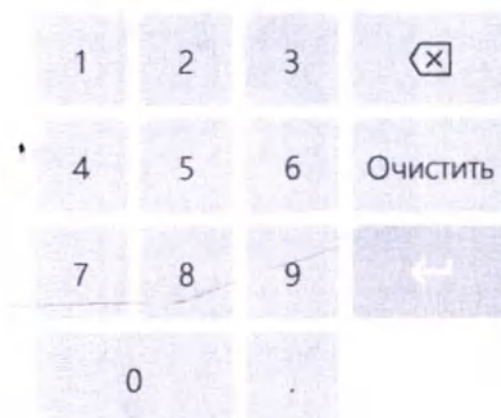

Рис.9.3 – Ввод лицензионного ключа
9.1.3. Для того, чтобы ввести полученный лицензионный ключ, необходимо нажать кнопку  и в появившемся окне (Рис.9.3) ввести код и нажать